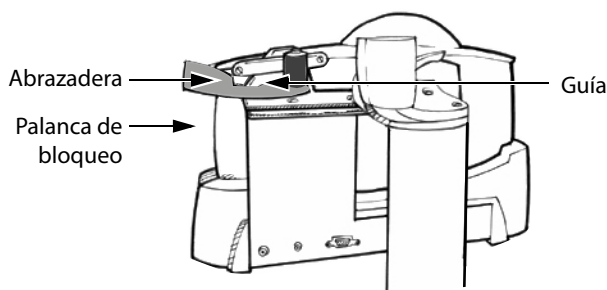

Figura 3 Parte trasera del soporte
- 1 Inserte el sistema dentro del estuche, deslizando la abrazadera del aparato por la guía negra. Consulte la Figura 3.